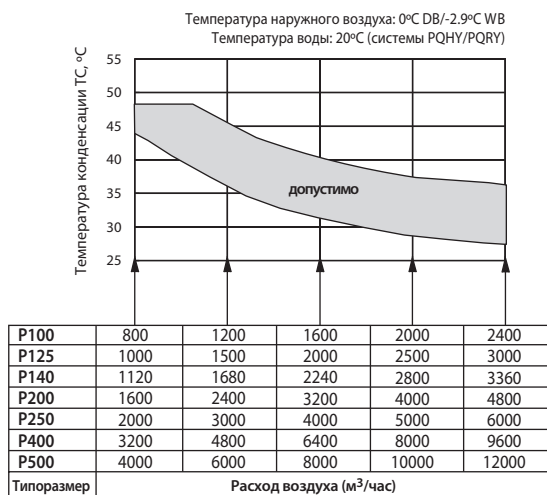

Рис. 1. Определение допустимых значений температуры конденсации
|  | температура конденсации                                      | Tс определяется в соответствии с рис. 1                  |             |              |              |             |              |             |
Для определения производительности фреонового теплообменника приточной установки в режиме нагрева воздуха выберите температуру конденсации из допустимого диапазона согласно рис. 1. Если приточная установка оснащена рекуператором, то выберите значение температуры конденсации 48°C.
- Если расход воздуха меньше указанного в таблице на рис. 1, то следует выбрать значение температуры конденсации 48°C.